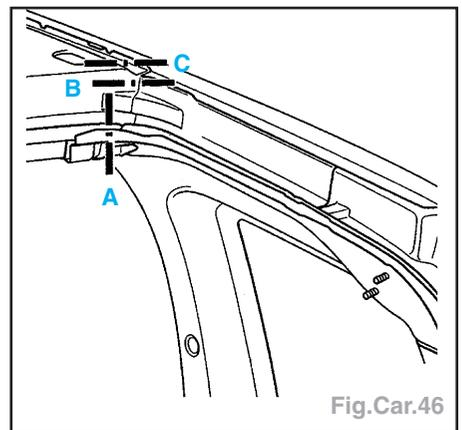

Fig.Car.46
- Vous trouverez, ci-après, la spécificité pour les véhicules équipés d'un girafon (Fig.Car.46).